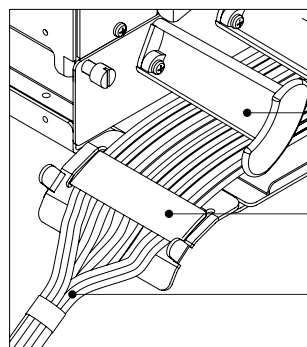

Figura 11A
2. Após a instalação de todos os cordões, fixe-os na saída do Sub-Rack utilizando o Velcro dupla face. (veja figura 11A).
3. Fixe os cordões unidos na placa divisória ou no fundo do suporte traseiro (item 1) localizados ao lado esquerdo dos Sub-Racks utilizando o Velcro dupla face.